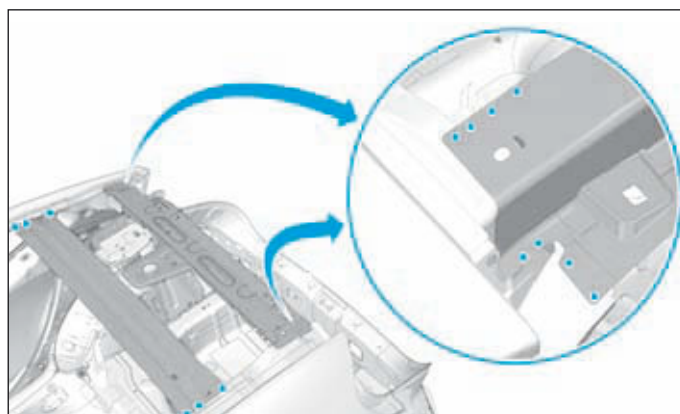

FIG.154
- Souder par points électrique (Fig.154) et (Fig.155).